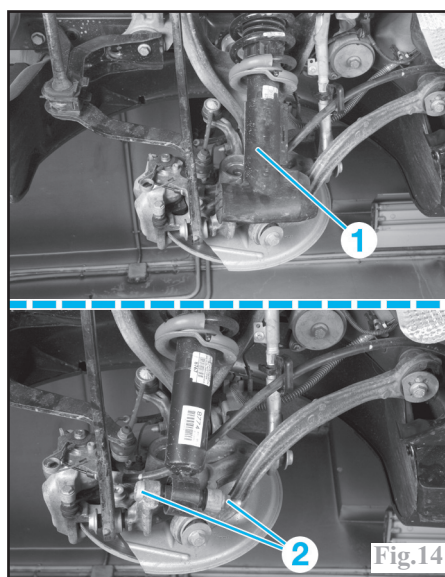

Fig.14
-le cache amortisseur (1) (Fig.14).
-la fixation inférieure (2).